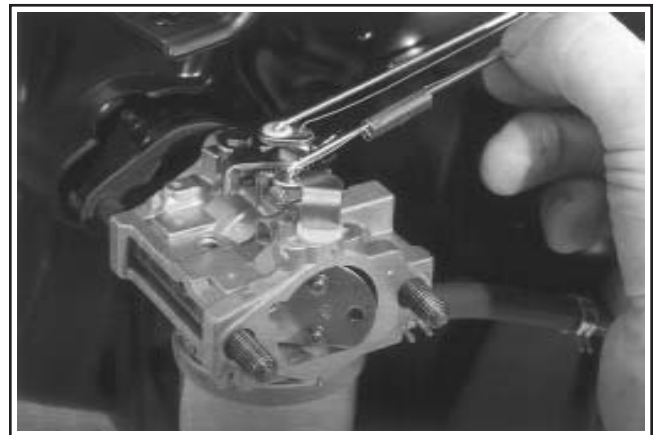

Figure 11-103. CS8.5-12. Fixation de la tringle de l'accélérateur et du ressort amortisseur.
3. CS8.5-12 : Connecter l'extrémité Z de la tringle de l'accélérateur et le ressort amortisseur au levier de l'accélérateur sur le carter du ventilateur ou le support de commande. Puis connecter l'extrémité en biais de la tringle et du ressort dans les trous du levier d'accélérateur sur le carburateur, comme indiqué à la figure 11-103.